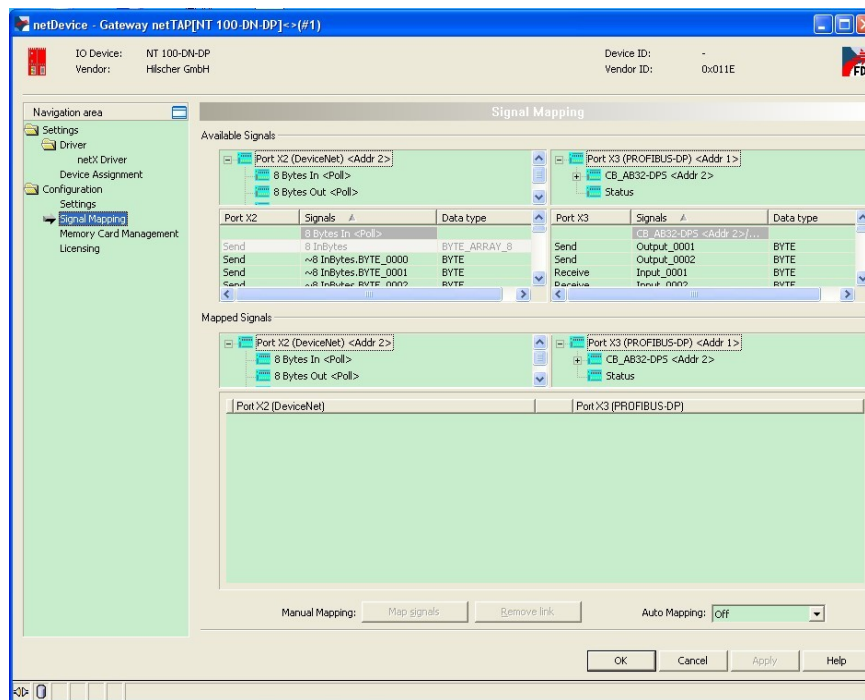

图 23
(23) PROFIBUS 协议参数配置完成后单击“OK”回到主界面，右击 NT 100 图标，选择“Configuration”“Gateway”，选择“Signal Mapping”，如图 23 所示：